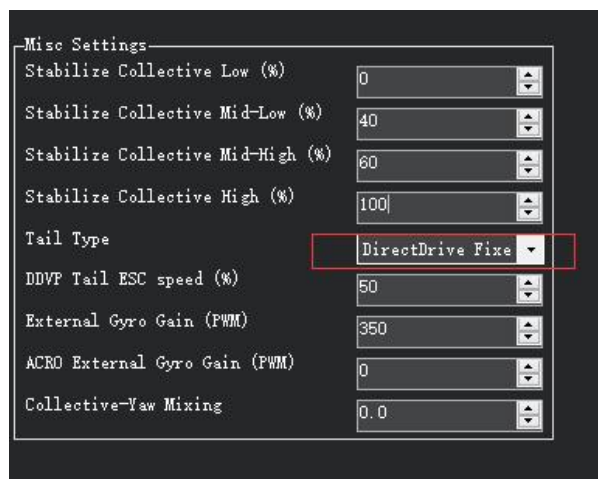
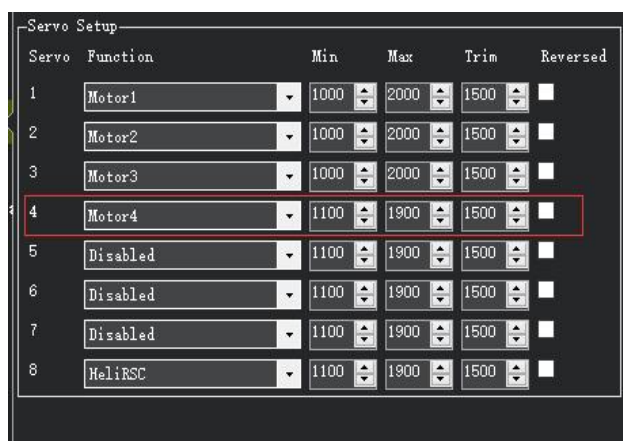

图 7 Direct Drive Fixed Pitch Clockwise (DDFP CW)
图 8 配置输出通道
4. Direct Drive Fixed Pitch Clockwise (DDFP CW)：顺时针电机驱动固定螺距，尾桨由电机驱动，电机的电调由 ArduPilot 控制，以保持偏航稳定性和偏航方向。从直升机上方观察时，与顺时针旋转的主旋翼一起使用。如下图 7 所示，在 Tail Type 下拉菜单中选择 Direct Drive Fixed Pitch Clockwise (DDFP CW)即可配置为顺时针电机驱动固定螺距控制。如下图 8 所示，将参数 SERVOx_FUNCTION 设置成“Motor4”控制尾电机（默认为 4 通道输出）。